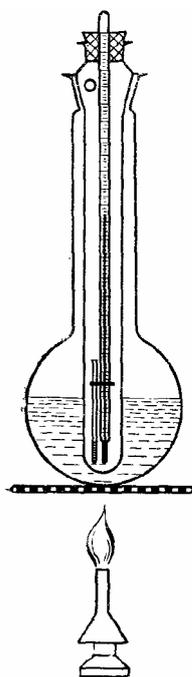

Рис.7. Прибор для определения температуры плавления.
*Приборы и реактивы:* прибор для определения температуры плавления (рис.7), стеклянная трубка длиной 40-50 см, стеклянные капилляры, запаянные с одной стороны, банки с чистыми, загрязненными (опыт 2.2.1) и неизвестными веществами.